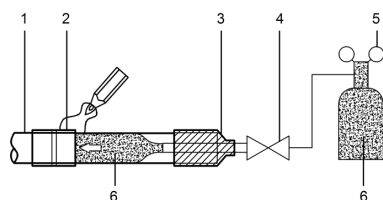

Figura 16
- Durante a soldagem, quando o tubo está cheio de nitrogênio, a pressão do nitrogênio deve ser reduzida para 0,02 MPa usando a válvula de liberação de pressão. Consulte a Figura 16.